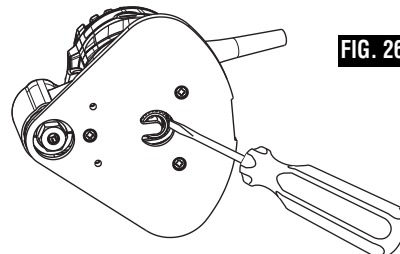

FIG. 26
3. Introduzca un destornillador (no incluido) a través de la abertura con forma de U de la subbase para ajustar la correa sobre la polea de accionamiento. (Fig. 26)